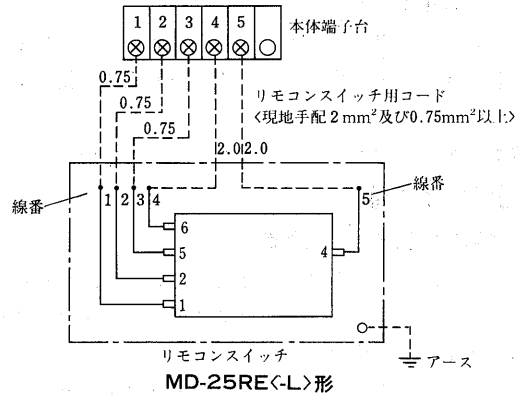
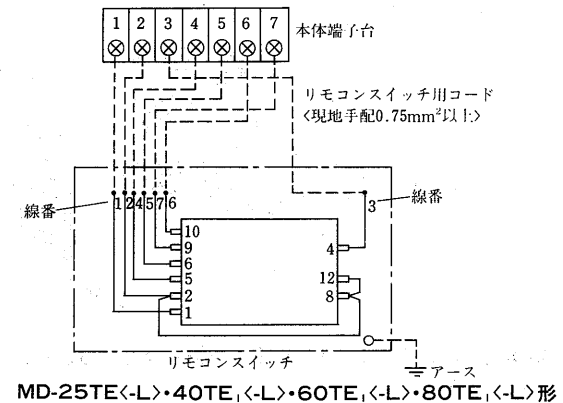

図2
図3
- リモコンスイッチ用コードは、0.75mm²及び2.0mm²コードをご使用ください。<図2、図3、図4参照>
- (I)製品右側面のカバーを取り外してください。